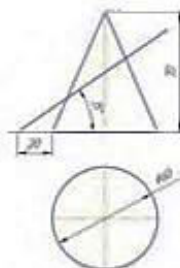

Рисунок 2 – пересечение конуса проецирующей плоскостью
9. Построить комплексный чертеж конуса усеченной проецирующей плоскостью (рисунок 2). Определить натуральную величину фигуры сечения и построить развертку этих поверхностей